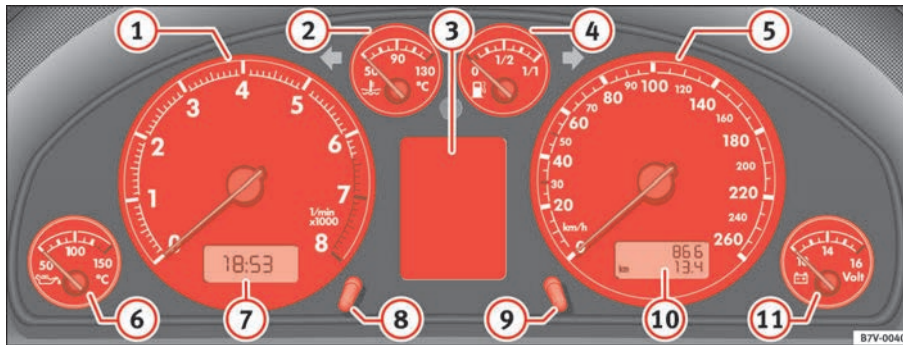

Abb. 44 Ausschnitt aus der Instrumententafel: Kombiinstrument
Steht zum Beispiel der Zeiger genau über der 2, so entspricht das einer Drehzahl von 2000/min ⇒ Seite 64, Abb. 44 ①.
- Drehen Sie den Stellknopf  $\Rightarrow$  Seite 64, Abb. 44 ⑧ entgegen dem Uhrzeigersinn kurz, um jeweils eine Stunde vorzustellen, oder
Das obere Zählwerk im Kilometerzähler  $\Rightarrow$  Seite 64, Abb. 44 ⑩ registriert die gesamte zurückgelegte Fahrstrecke.
Das untere Zählwerk registriert die Kurzstrecken. Die letzte Stelle steht für Strecken von 100 m. Der Kurzstreckenzähler kann durch Drücken des Rückstellknopfs  $\Rightarrow$  Seite 64, Abb. 44 ⑨ auf Null gestellt werden. ■
Das Voltmeter ⇒ Seite 64, Abb. 44 ⑪ zeigt die Spannung im elektrischen Bordnetz an. Der Normalwert beträgt zwischen 12 und 15 Volt. Sinkt die Anzeige bei laufendem Motor auf unter 12 Volt ab, ist die Stromversorgung (Batterie und Generator) bei einem Fachbetrieb prüfen zu lassen.
Die Anzeige des Serviceereignisses erfolgt entweder über das Display des Kilometerzählers ⇒ Seite 64, Abb. 44 ⑩ bzw. im Display7) im Kombiinstrument ⇒ Seite 64, Abb. 44 ③.